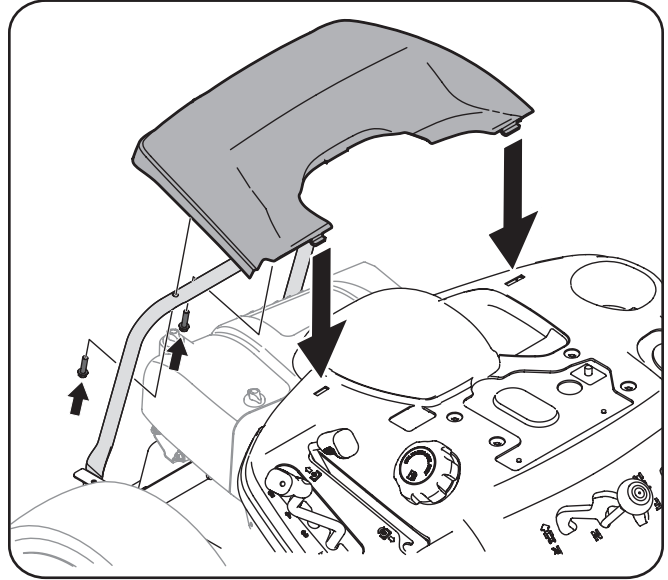

Figura 3-8
1. Coloque la tapa trasera del motor ubicándola en su lugar como se indica en la Figura 3-8. Incline la tapa del motor hacia adelante para que calce dentro de las ranuras provistas, luego rótelas hacia atrás para alinear los orificios de montaje.